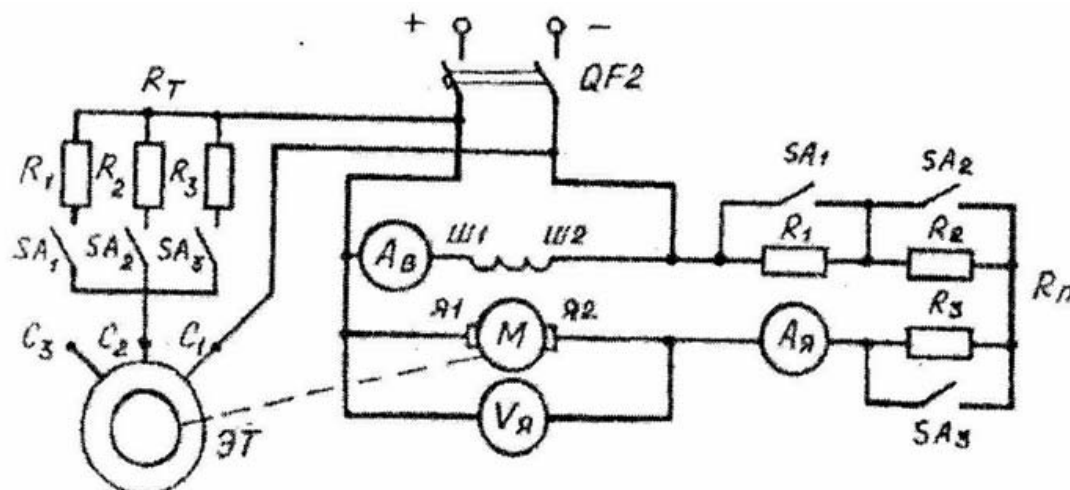

Рис.8.1. Схема испытаний двигателя постоянного тока с параллельным возбуждением
1.2. Собрать на стенде схему испытаний двигателя с параллельным возбуждением, представленную на рис. 8.1.